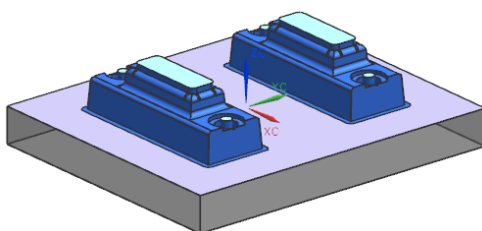

图 9-3 将型芯设为显示部件
(1) 在装配导航器上找到型芯或者型腔，将其设为显示部件。如图 9-3 所示，将型芯设为显示部件。